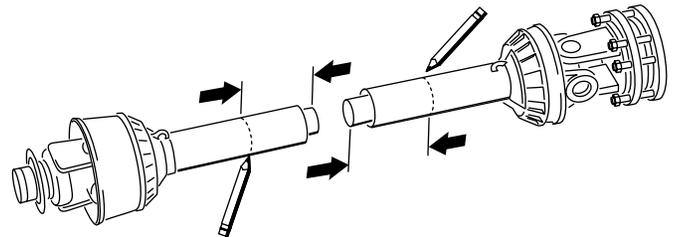
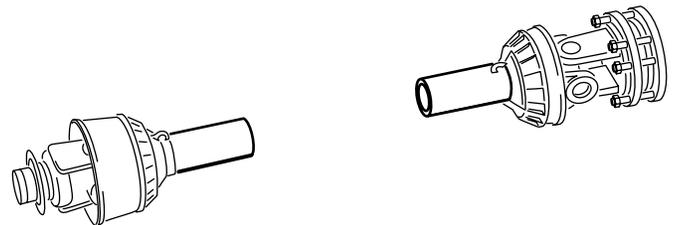

図 18
図 19
13. 手順 8 で決定した寸法位置を、各 PTO シャフトのシールド上で測り、マーキングしてシールドを切り落とす 図 18 と 図 19。